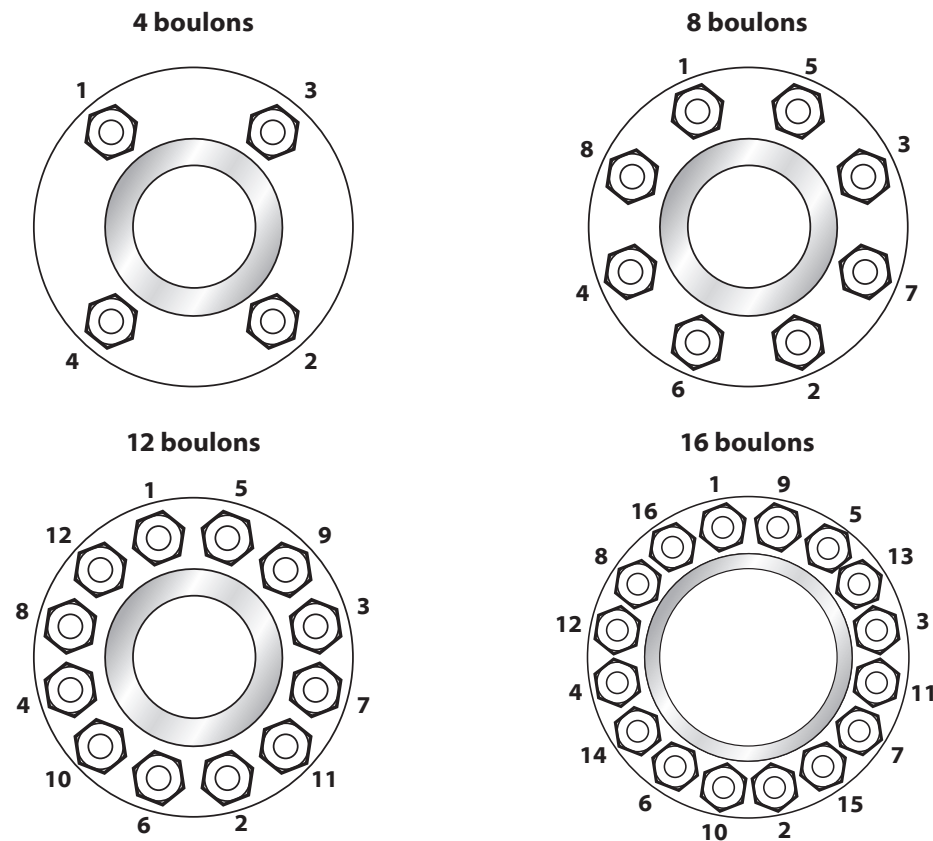

Fig. 5-7 Serrage des boulons de brides
7. Les boulons de brides doivent être serrés en croix, comme illustré (→ Fig. 5-7)